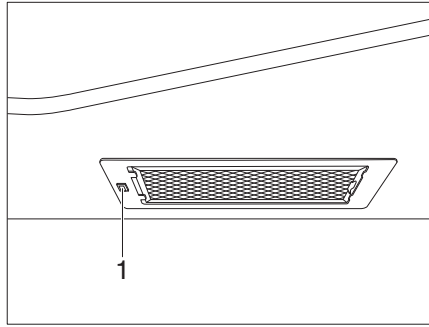

Fig. 346 Hotte aspirante
- Allumer et éteindre la hotte aspirante avec l'interrupteur (Fig. 346,1).